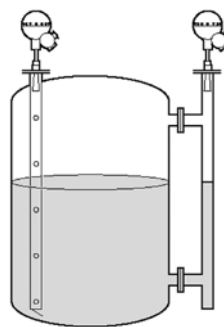

Рис. 10.
**Пример 4 (рис.10).** Для обеспечения успешных измерений в резервуарах со сжиженным нефтяным газом, где иногда наблюдается кипение поверхности, а также в некоторых особо турбулентных условиях, рекомендуется установка уровнемера в успокоительной трубе или байпасной камере. Использование трубы снижает вспенивание и турбулентность, а также увеличивает силу отраженного от поверхности эхо-сигнала.